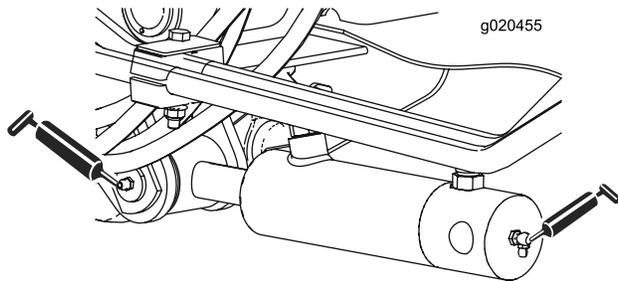

Figura 47
- Dois (cada lado) casquilhos do cilindro do braço de elevação (Figura 47)